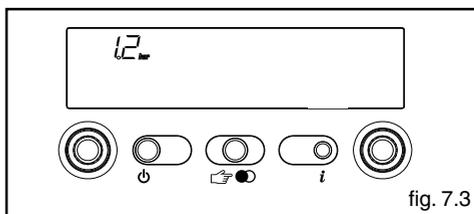

fig. 7.3
- 2 visualizza la pressione di carico impianto (fig. 7.3)